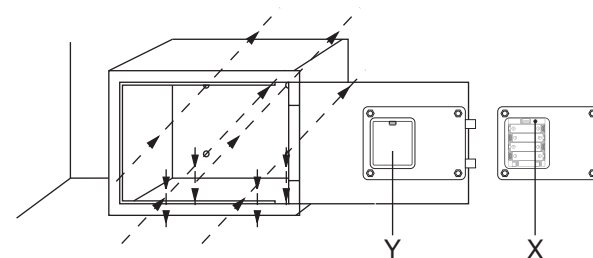

Fig. 1
Le compartiment des piles Y (voir Fig. 1) est situé au dos de la porte. Ôtez le couvercle et installez les piles dans le compartiment en vérifiant la polarité.
a) Ôtez le couvercle du compartiment des piles et appuyez sur le bouton rouge «X» à l'intérieur du compartiment (voir Fig. 1), relâchez le bouton et deux bips retentissent.
Le coffre-fort nécessite 4 piles de type "AA" (1,5V). Ouvrez le coffre-fort, retirez le couvercle "Y" (voir Fig. 1) protégeant les piles au dos de la porte et remplacez les 4 anciennes piles. Après cela, vous devez reprogrammer le code comme décrit ci-dessus.